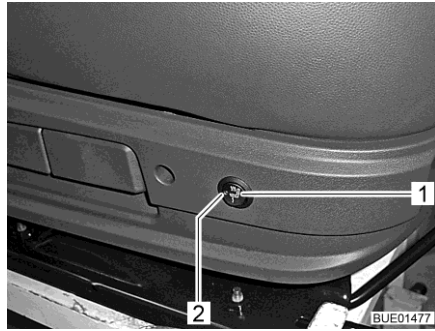

Fig. 35 Interruptor de la calefacción de asiento
- Pulsar el interruptor (Fig. 35,1) en la parte posterior del lado izquierdo de la consola del asiento.
Cuando la calefacción de asiento está en funcionamiento, el LED (Fig. 35,2) se enciende.
- Colocar el interruptor (Fig. 35,1) a la posición central. El LED se apaga.